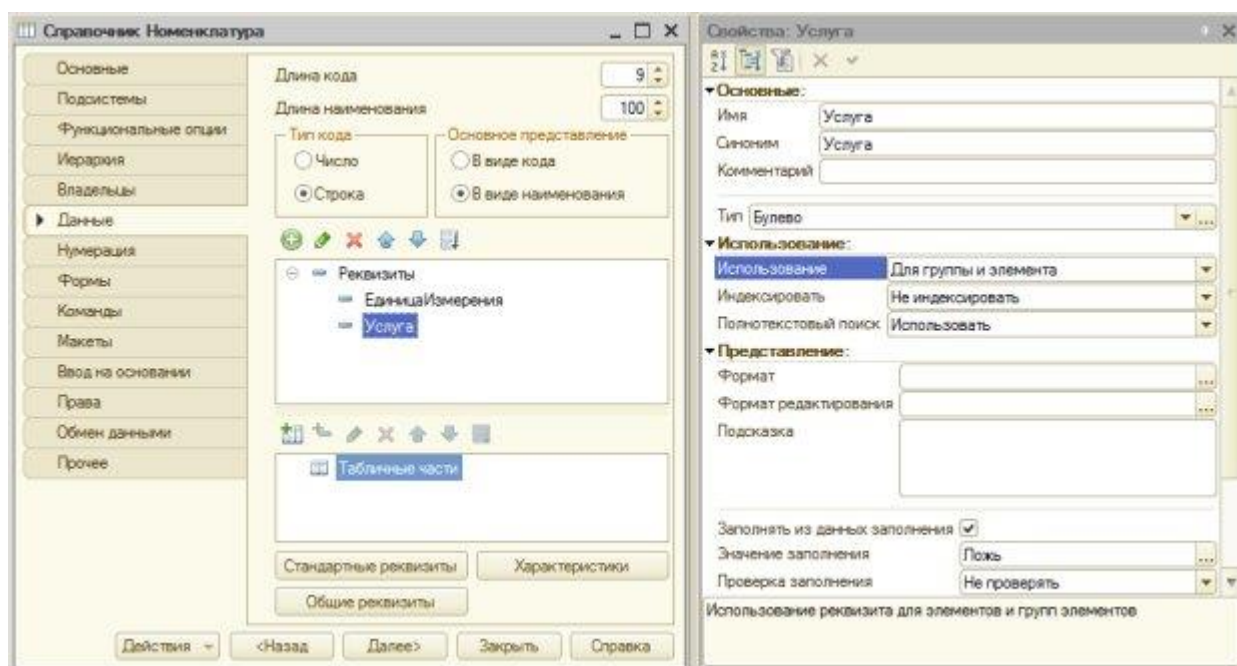

Рисунок 6.2- Состав реквизитов справочника Номенклатура
3. На вкладке **Данные**, **Рисунок 6.2.**, добавим следующие реквизиты: